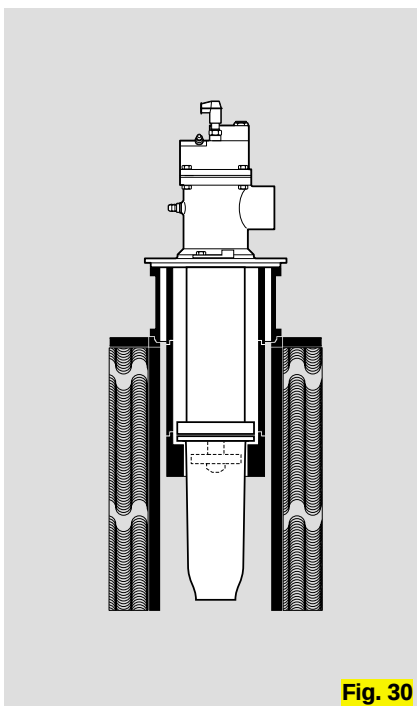

Fig. 30
Modifizierte BIC-Brenner in den Größen 50–100 in Verbindung mit einem Schürlochgehäuse SLG als Schürlocherbrenner für die Deckenbefuerung von Tunnelöfen in der Keramikindustrie (Fig. 30). Die Leistungsdaten entsprechen denen der BIC(A)-Brenner.
Modified BIC burners in sizes 50-100 in conjunction with a **pot housing SLG** as pot burner for roof firing of tunnel kilns in the ceramics industry (Fig. 30). The performance data corresponds to that for the BIC(A) burners.
BIC 50-100还可以配SLG加长烧嘴管。该种烧嘴可以应用于陶瓷工业的隧道窑的炉顶加热（图30）。性能参数参考BIC(A)烧嘴。